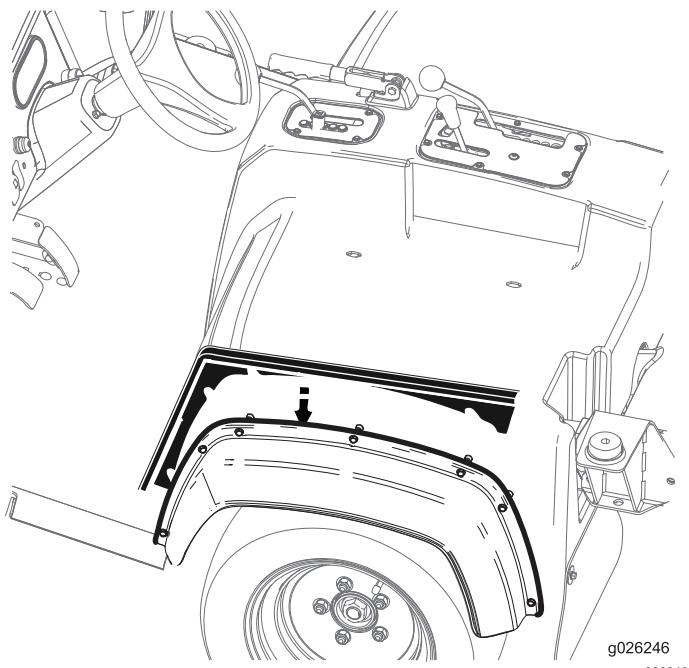

Figura 29
- Deslide os painéis da placa lateral entre o resguardo do banco e os guarda-lamas laterais (Figura 29).